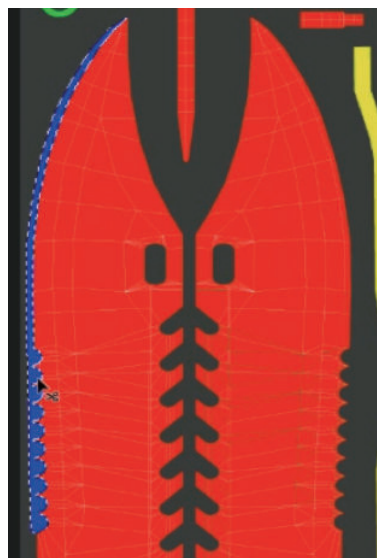

图 1.27 刀刃开刃
④待选取好左侧所有开刃部分 UV 后，新建图层，选取颜色并且填充该区域。由于刀刃开刃部分（图 1.27 中
的深蓝色)与刀刃部分(图 1.27 中的红色)有重叠，因此需要确认图层中刀刃开刃图层在刀刃图层的上方。这样在显示画面时，蓝色 ID 才不会被红色 ID 遮盖。